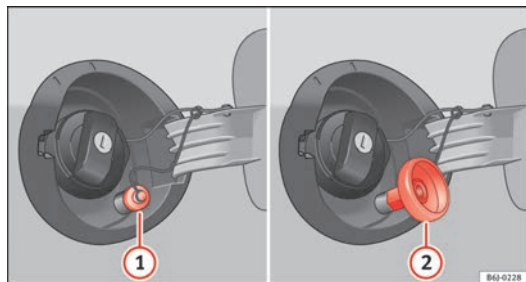

Fig. 128 Bouchon du réservoir ouvert avec goulot de remplissage de GPL et adaptateur.
⇒ fig. 128 ①.
- Vissez l'adaptateur nécessaire ⇒ fig. 128 ② dans le goulot de remplissage de gaz ①.
- Dévissez l'adaptateur ⇒ fig. 128 ②.
- Vissez le bouchon du goulot de remplissage de gaz ⇒ fig. 128 **1**.